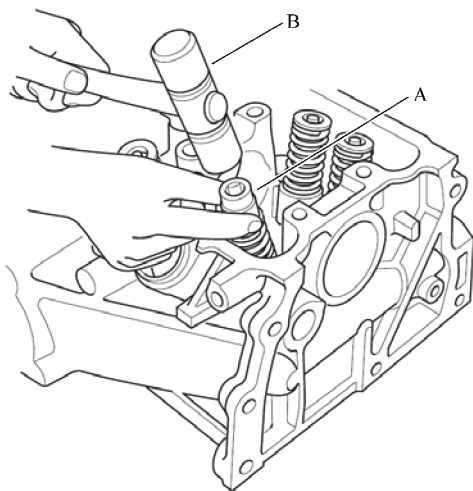

图 10-28 敲击弹簧挡圈
- 2) 如图 10-28 所示, 使用合适尺寸的套筒 A 和塑料棒 B, 轻轻地敲击弹簧挡圈以松开气门弹簧座销。